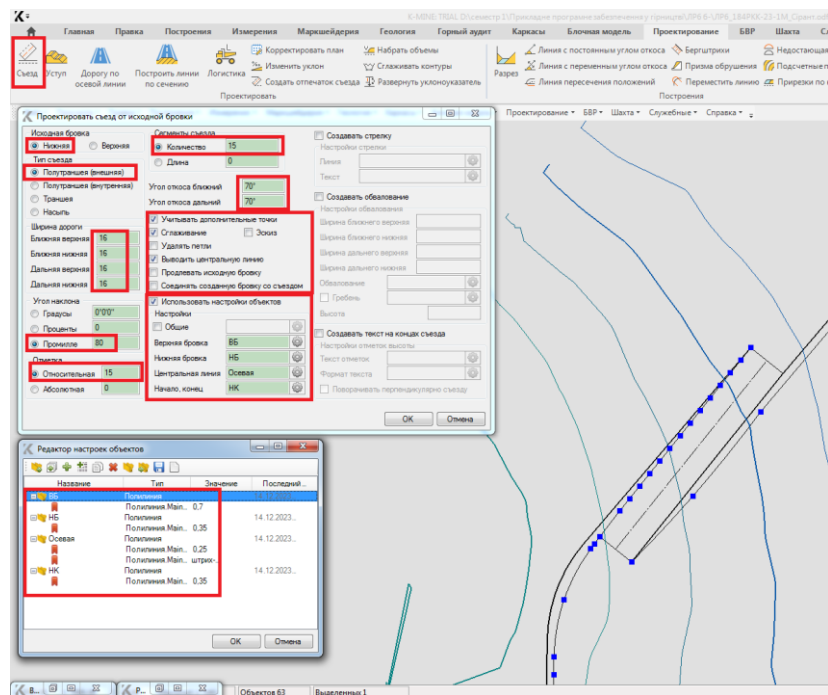

Рисунок 5.3 - Побудова з'їзду
12. Побудуйте з'їзд (зовнішня півтраншея) від нижньої брівки шириною 32 м з ухилом 80 проміле на 15 м. Врахуйте згладжування ліній, задайте налаштування для верхньої і нижньої брівок, вісьової лінії, початку і кінця з'їзду(рис.5.3).